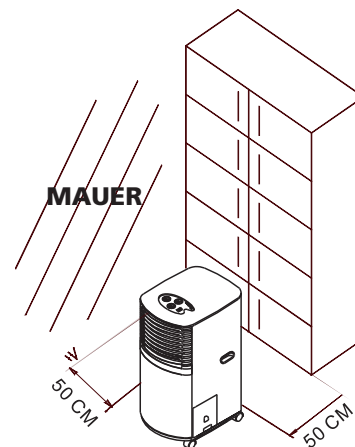

Abb. 4
- Sorgen Sie für einen Mindestabstand von 50 cm zwischen dem Gerät und Wänden, Möbeln und Gardinen (Abb. 4).